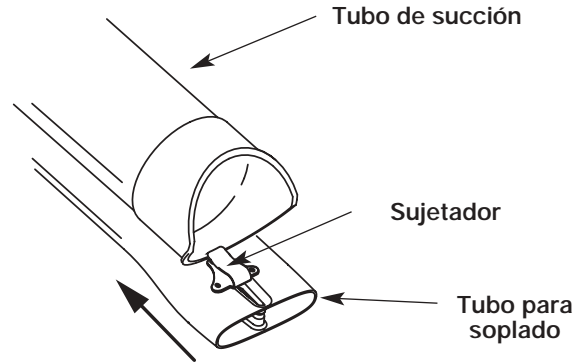

Fig. 3
2. Fije el tubo de soplado en la punta del tubo de succión. (Fig. 3)